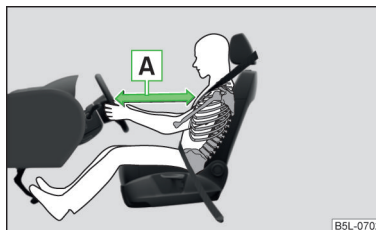

Fig. 9
- È importante che il conducente e il passeggero mantengano una distanza di almeno 25 cm rispettivamente dal volante e dalla plancia » fig. 9 - **A**. Se non si rispetta questa distanza, il sistema airbag non può proteggere - pericolo di morte! Inoltre, i sedili anteriori e i poggiatesta devono sempre essere regolati in funzione della statura degli occupanti.